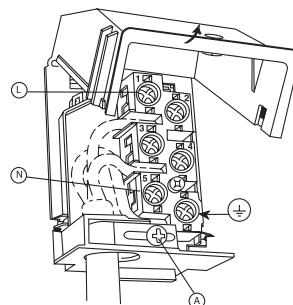

fig.16
- Ouvrez le boîtier de raccordement (voir fig. 16).